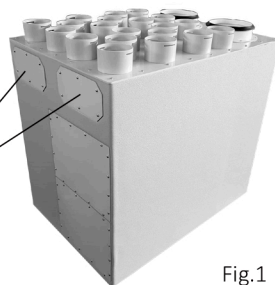

Fig.1
- nr. 1 box diretto per unità FLAIR (fig. 1);